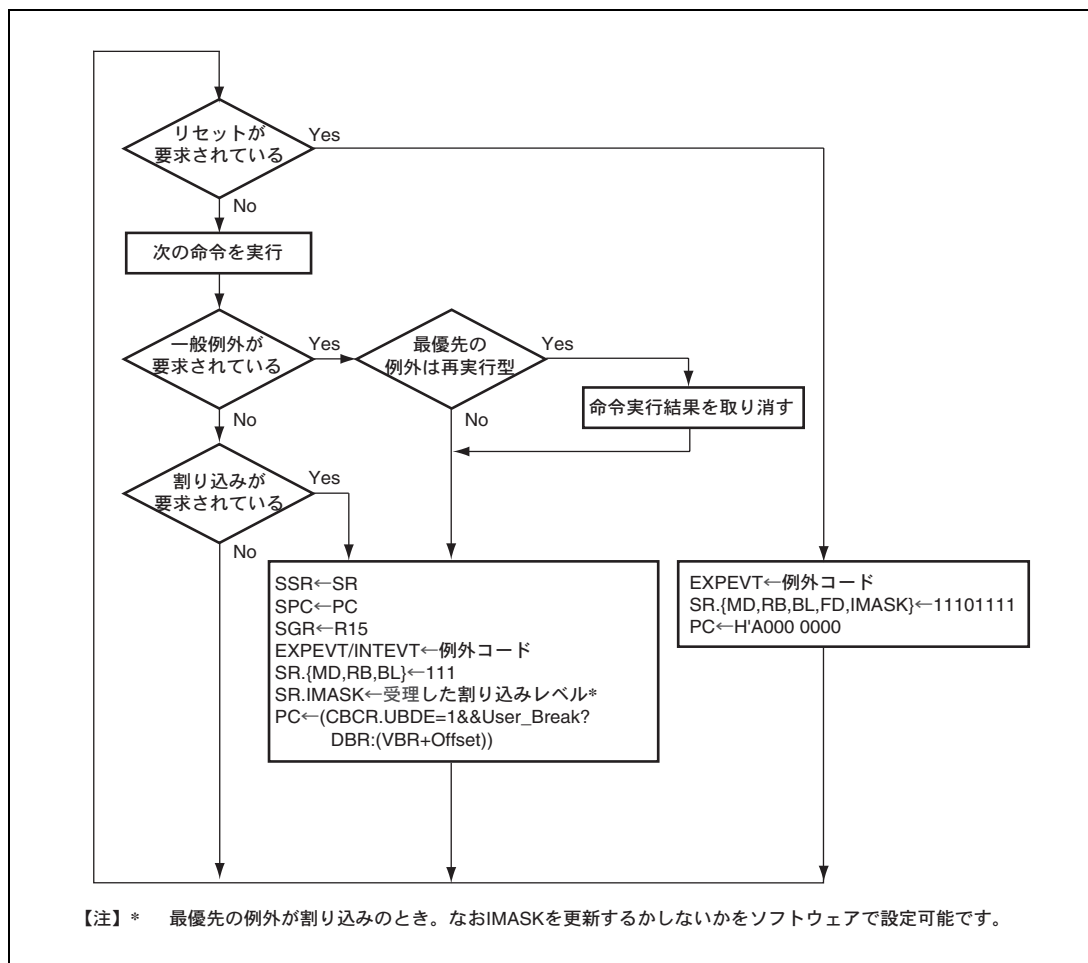

図 2.20 命令実行と例外処理
(1) 例外フロー
図 2.20 に、命令実行と例外処理の基本動作を概念的に示します。ここでは説明の都合上、命令を 1 命令ずつ逐次的に実行することを基本として説明しています。図 2.20 には、例外種別（リセット、一般例外、割り込み）間の優先順位が表されています。なお図 2.20 では、例外成立時のレジスタ設定を SSR、SPC、SGR、EXPEVT/INTEVT、SR、および PC に限っていますが、例外によってはこの他にもハードウェアによって自動的に設定されるレジスタがあります。詳細は、「2.5.6 各例外の説明」を参照してください。また、遅延分岐命令と遅延スロット命令を実行中の例外処理や、2 回データアクセスが発生する命令については「2.5.6 (4) 複数回の例外が発生する場合の優先順位」を参照してください。